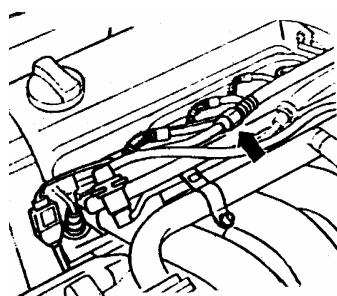

图 3-29 松开管接头
(1) 如图 3-29 所示, 松开管接头, 并将溢出的燃油抹干。